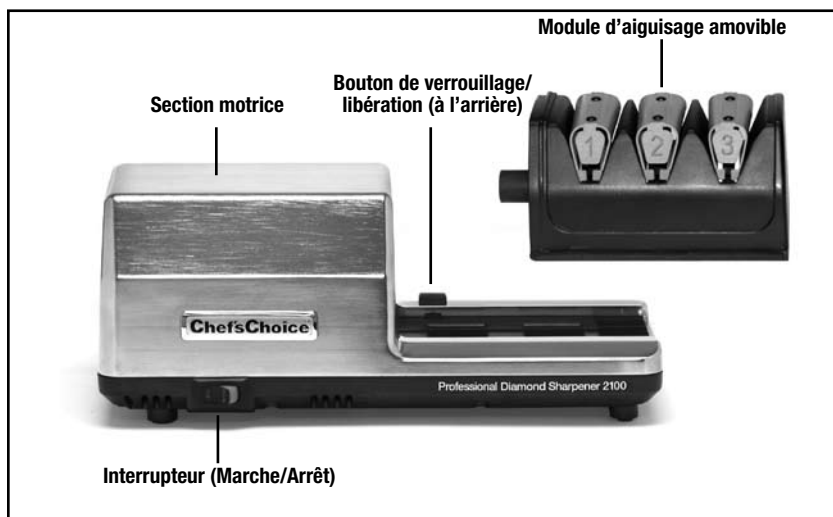

Figure 1 : Aiguseur modèle 2100 non assemblé.
4. Débranchez l'aiguseur lorsque vous ne l'utilisez pas, avant de le nettoyer, d'ajouter ou de retirer tout accessoire, excepté le module amovible (figure 1).
Le coffrage de l'entraînement du moteur en fonte et le module d'aiguisage amovible du modèle 2100 sont emballés ensemble mais ne sont pas assemblés (voir la figure 1).